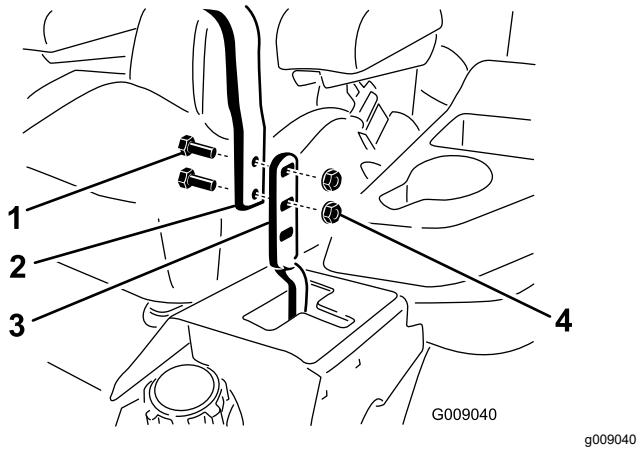

Figura 58
- Afloje los pernos y las tuercas con arandela prensada que sujetan las palancas (Figura 58).